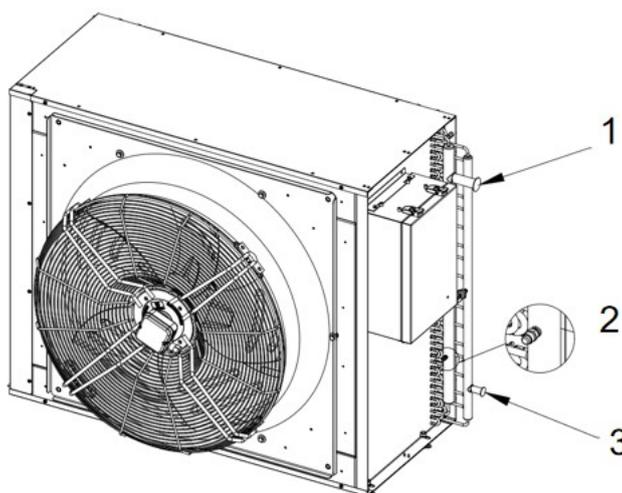

Рис. 3-35 Положение клапана Шредера стандартного конденсатора
1. Снимите трубную заглушку, нагрев сварочным пистолетом. Пожалуйста, обратитесь к рис. 3-35/3-36 для определения положения разъема;